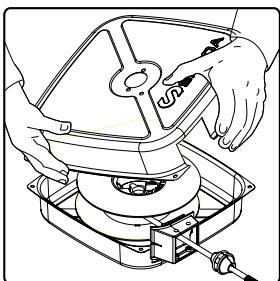

fig. 4c
3. Dévisser les 4 vis qui tiennent les deux carcasses et retirer ces dernières ainsi que le support des galets (voir figure 4c et figure 5c).